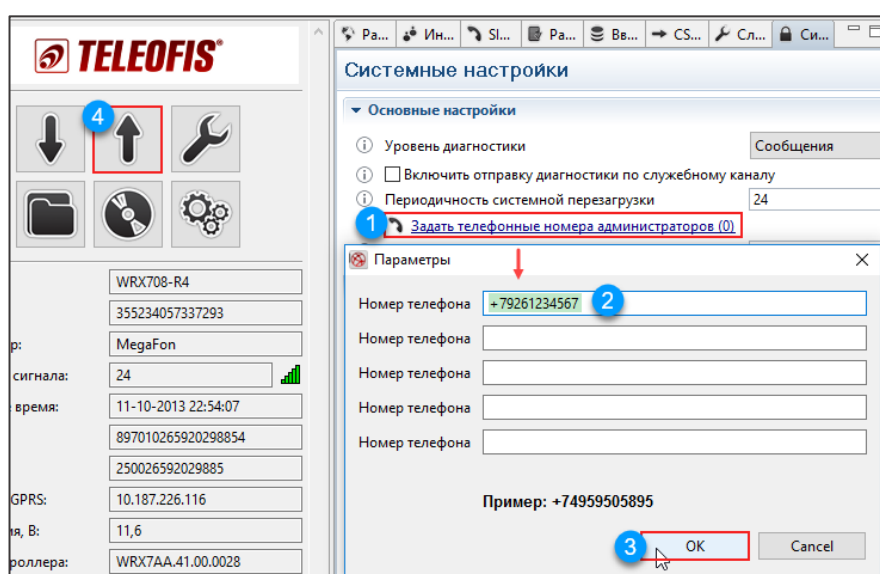

Рис. 35. Задать номер администратора.
2. Во вкладке **Системные** задайте номер телефона администратора — номер модема, с которого будет разрешен приём CSD-подключений. Сохраните изменения с помощью кнопки **Записать параметры** (Рис. 35).